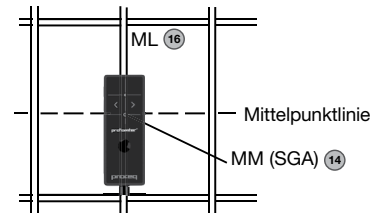

Abbildung 9: Optimale Sondenposition
- Sondenwagen an der Startlinie in eine optimale Position bringen (siehe Abbildung 9, der MM C / D an der Mittellinie der Bewehrungsstäbe verläuft parallel zur Bewegungsrichtung, beide Rechtecke in 16 sind gleich gross).
HINWEIS! Die Stäbe der ersten und zweiten Lage sollten im Modus Ortung lokalisiert werden, um vor der Messung im Modus Mehrfachlinienscan die optimale Linienposition zu finden (siehe Abbildung 9). „Stabposition ausrichten“ sollte nur gewählt werden, wenn alle Bewehrungsstäbe parallel zur Startlinie verlaufen (Y-Achse). Für grosse Flächen empfiehlt es sich, nicht “Zurück zum Beginn einer neuen Linie” zu wählen und die Linien stattdessen von Anfang bis Ende und zurück vom Ende zum Anfang zu messen.
- Mit der Messung beginnen, wenn sich der Cursor an der Startlinie befindet. Andernfalls Gerät zurücksetzen (8).